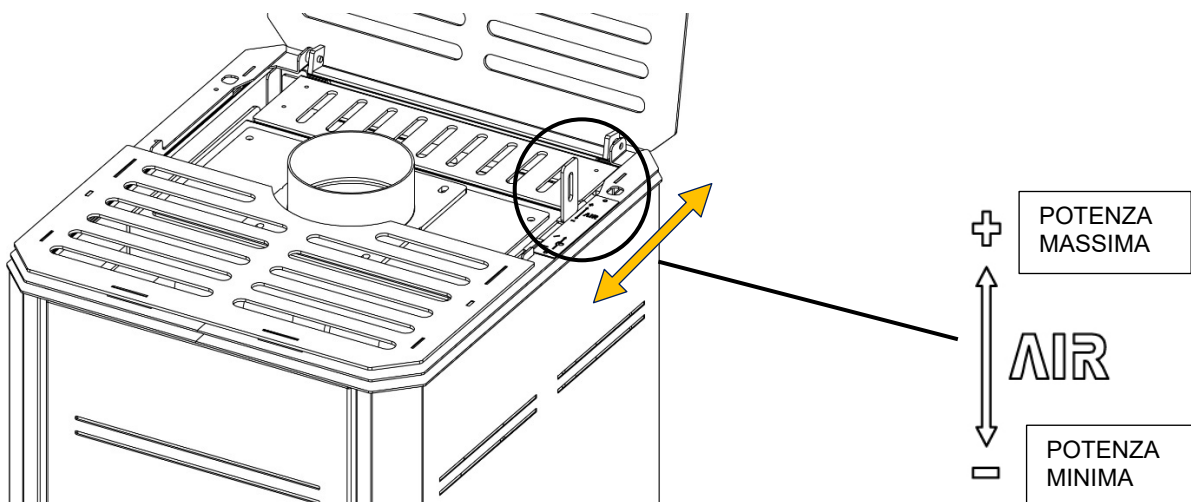

Fig. 16
- 2 Posizionare al massimo il registro dell'aria (fig.16) e tenere aperta al massimo l'eventuale valvola a farfalla posta sul tubo di scarico fumi
È possibile regolare la potenza della stufa aumentando e diminuendo l'aria comburente in ingresso tramite l'apposita leva (fig.16)